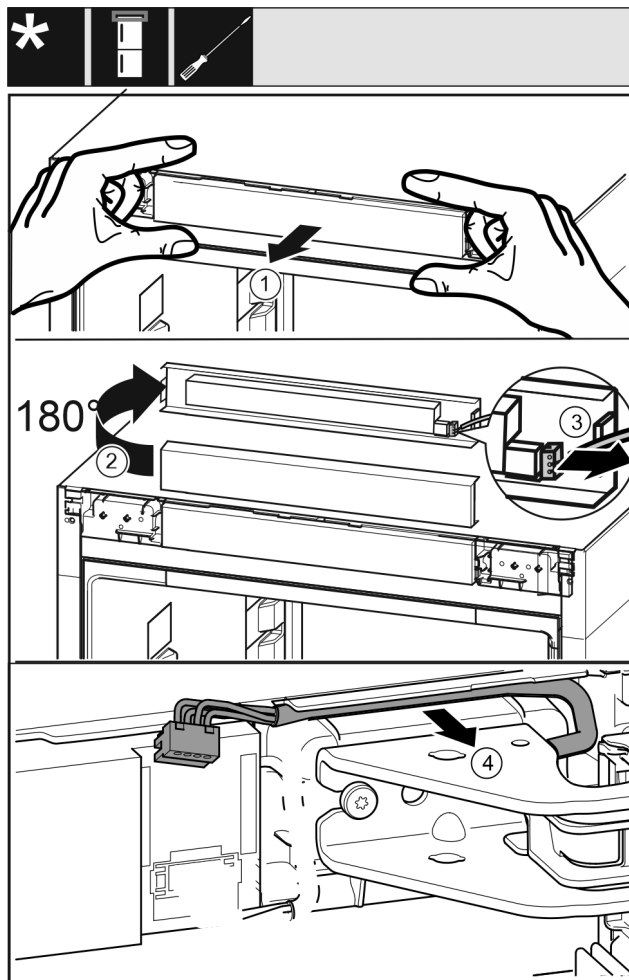

Fig. 6
- ▶ Desfaceți spre înainte cu precauție masca de operare a aparatului. Fig. 6 (1)
- ▶ Rotiți masca de operare în sus cu 180°. Fig. 6 (2)
- ▶ Apăsăți ciocul de fixare spre înapoi și extrageți cu precauție fișa. Fig. 6 (3)
- ▶ Desfaceți cu precauție cablul deasupra suportului de lagăr din ghidaj. Fig. 6 (4)